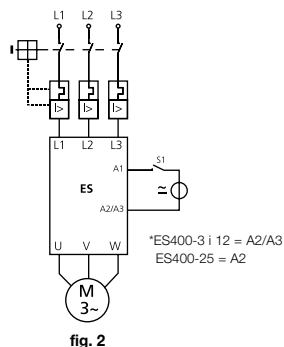
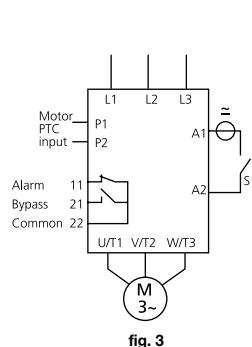

fig. 2
fig. 3
b) Łagodny rozruch i łagodne hamowanie (rys. 2 i rys. 3)